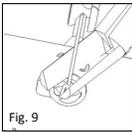

Fig. 9
■ **fig. 9** Por fim, corta-se a haste (REF 8000 171) próximo da placa de cobertura com a pinça de corte. O pino criado desta forma na placa de cobertura apoia depois a fixação do transplante entre a placa de cobertura e a membrana timpânica, evitando uma deslocação pós-operatória. O comprimento do pino pode ser variado, mas deve ser adequado à espessura do transplante previsto.
■ **Рис.9** В заключение щипчиками (REF 8000 171) обрезается стержень на поперечине. Возникающий в результате штифт на поперечине поддерживает в дальнейшем фиксацию трансплантата между поперечной и барабанной перепонкой и предотвращает его послеоперационную дислокацию. Длина штифта может варьировать, однако она должна коррелировать с толщиной выбранного трансплантата.